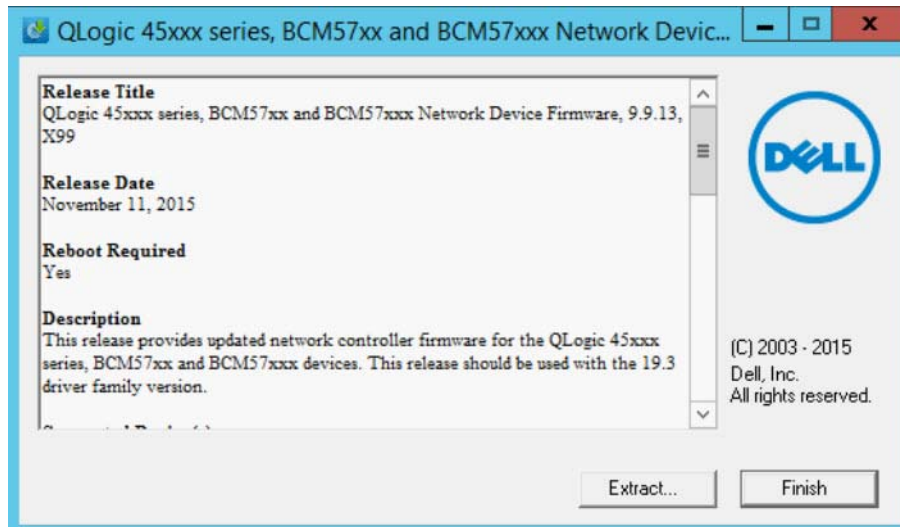

Abbildung 4-5. Dell Aktualisierungspaket: Installation fertig stellen
4. Klicken Sie auf **Finish** (Fertig stellen), um die Installation abzuschließen, wie in Abbildung 4-5 dargestellt.